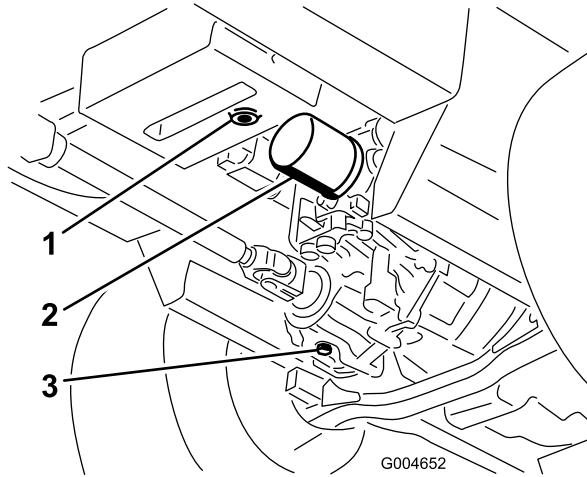

Figura 61
- Coloque um recipiente grande sob o reservatório hidráulico e cárter da transmissão e retire os bujões, drenando todo o fluido hidráulico (Figura 61).
- Limpe a zona em redor do filtro de fluido hidráulico e retire o filtro (Figura 61).